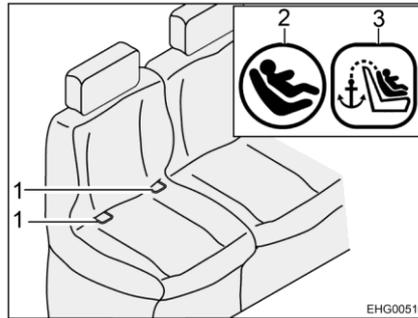
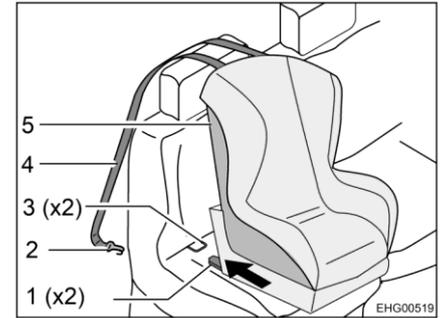

Fig. 11 Asiento con ISOFIX
Fig. 12 Fijación con Top Tether
- Dejar que los brazos de enganche (Fig. 12,1) engatillen en los puntos de anclaje (Fig. 11,1 y Fig. 12,3). En esto, se deberá oír un clic distintivo.
- Con un fuerte tirón controlar si el asiento infantil (Fig. 12,5) está firmemente fijado.
- Pasar la correa Top Tether (Fig. 12,4) sobre el reposacabezas del asiento del vehículo.
- Enganchar el gancho de fijación (Fig. 12,2) en el punto de anclaje en el lado trasero del asiento del vehículo.